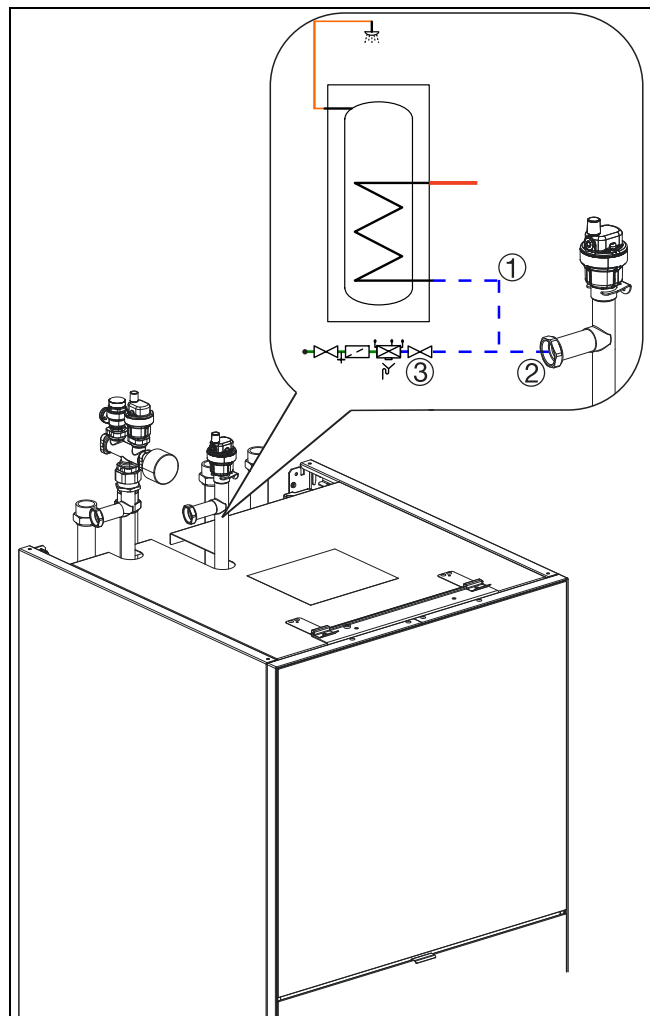

Bild 9 Die Befüllung der Heizungsanlage und der Heizkörper muss über der WW-Rohrwendel (kalt) erfolgen.
- ▶ Die WW-Rohrleitungen zwischen der Inneneinheit und dem seitlich platzierten Warmwasserspeicher installieren. VW2 Füllhahn am Rücklaufrohr der WW-Rohrwendel (kalt) installieren, siehe Abb. 9.